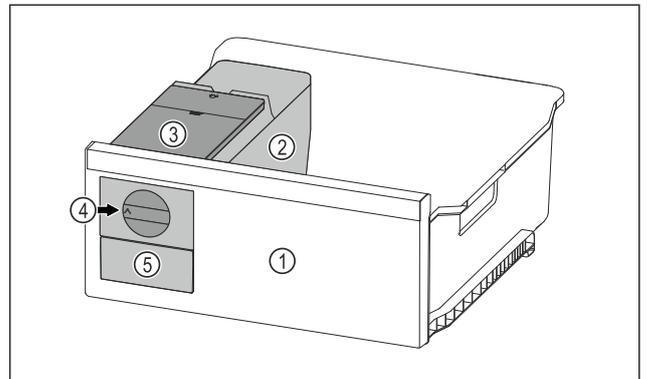

Fig. 102 Representación a modo de ejemplo
- ▶ Girar el botón giratorio Fig. 102 (4) en el sentido de las agujas del reloj hasta el tope.
- ▷ Los cubitos de hielo caen de la cubitera al compartimento de cubitos de hielo Fig. 102 (5).